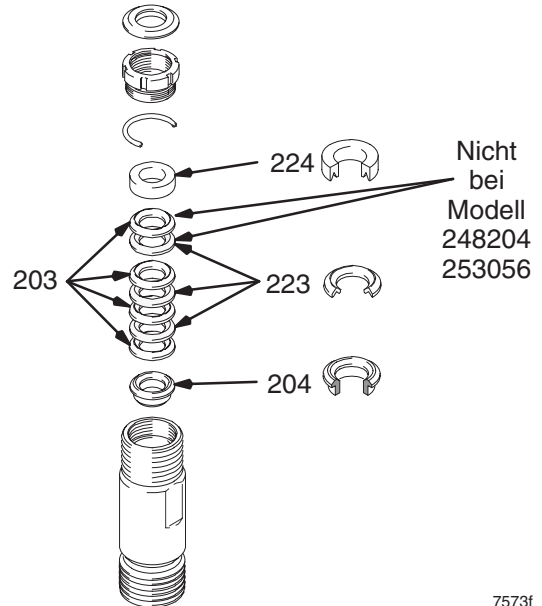

Abb. 12
Abb. 12. Vor dem Zusammenbau alle Lederpackungen mindestens 1 Stunde in SAE 30W Öl einweichen. Stützring (204) in den Zylinder geben. Abwechselnd UHMWPE- (203) und Leder- (223) Packungen (auf Ausrichtung achten) auf den Zylinder geben. Gegenring (224) oben auf den Zylinder legen. Packungen zusammendrücken.